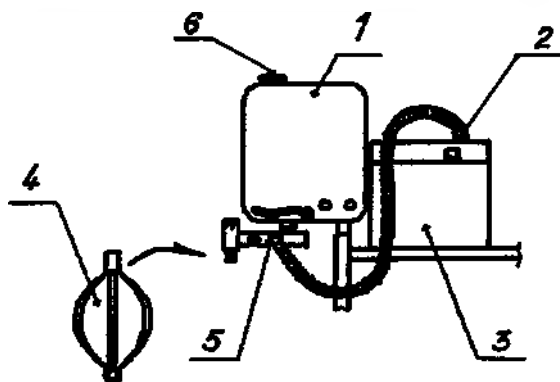

Рисунок 5.1 – Подсоединение приставки к аппарату ИВЛ Фаза-21 на подставке с приставкой Фаза-5ПН
Соберите дыхательный контур "аппарат-больной" (рисунок 5.1, 5.2, 5.3, 5.4), для чего:
- подсоедините к патрубку **СВЕЖИЙ ГАЗ** аппарата приставку наркозную (рисунок 5.1);
Откройте патрубок слива жидких анестетиков. Нажав на кнопку 6 (рисунок 5.1), откройте заливную горловину на верхней панели приставки. Залейте анестезирующее вещество, предварительно охладив его до температуры 5-15 °С, иначе при температуре окружающей среды выше 25 °С при включении приставки сработает защита от перегрева испарительной камеры. Закройте заливную горловину, отпустив кнопку 6.